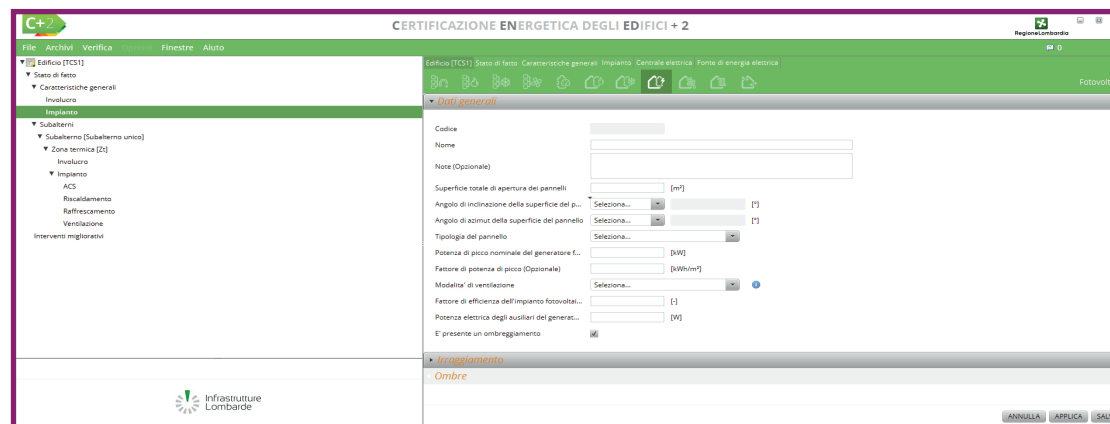

Figura E.65\_Centrali elettriche - Nuova fonte energia elettrica - Pannelli fotovoltaici
- **Pannelli fotovoltaici (Figura E.65);**
In caso di selezione della tipologia **“Pannelli fotovoltaici”** nella schermata “Fonte di energia elettrica” viene mostrata la sezione **Fotovoltaico**, all’interno della quale è necessario selezionare il pulsante in basso a destra **“Nuovo impianto fotovoltaico”** e accedere alla relativa schermata di compilazione (**Figura E.65**) che richiede l’inserimento dei seguenti campi: